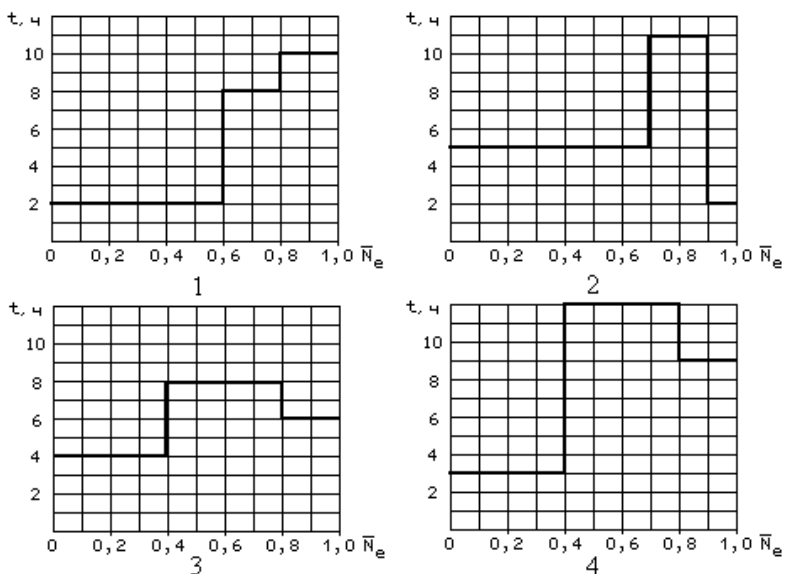
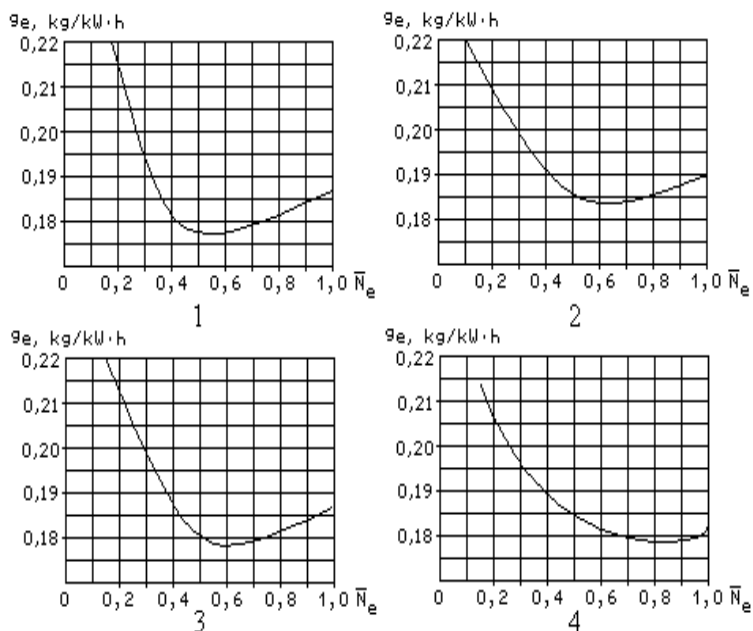

Рис. 3. Графики распределения нагрузок двигателя в течение суток
Рис. 4. Графики зависимости среднего удельного эффективного расхода топлива от относительной нагрузки двигателя
*Задача 7.* Установить суточную норму расхода топлива для двигателя судовой электростанции, изменение нагрузки которого в течение суток показано на рис. 3, а зависимость среднего удельного эффективного расхода топлива от нагрузки приведена на рис. 4. Исходные данные для решения задачи содержатся в табл. 10.
— график распределения нагрузки (рис. 3) и зависимости величины среднего удельного расхода топлива от нагрузки двигателя  $g_e$  на характерных нагрузках (рис. 4);